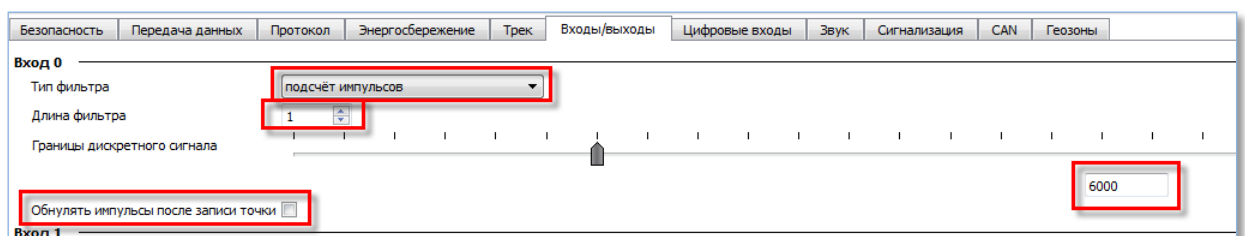

Рисунок 7. Настройка ДАВ на подсчет импульсов
2. Этап 2, настройка фильтра для работы с датчиком пассажиропотока (Рис. 7):